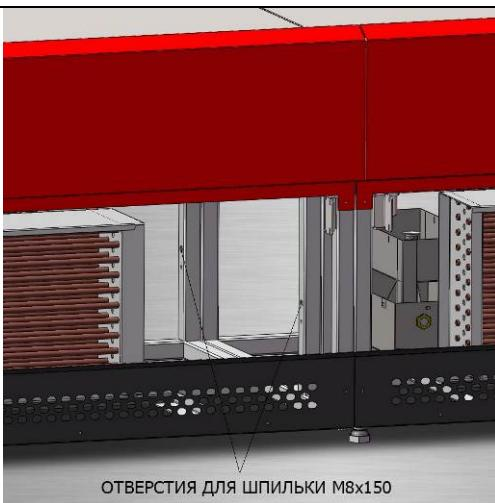
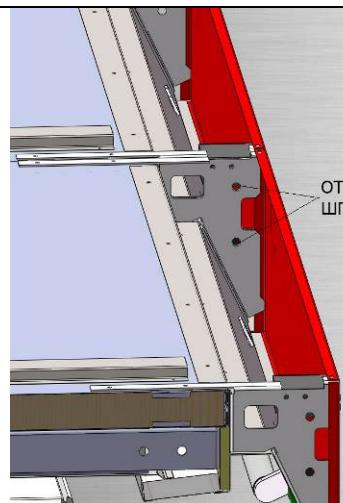

рис. 3
рис. 4
- Стянуть стыкуемые витрины через два отверстия в опорных базах и два отверстия в кронштейне козырька с помощью шпилек M8Х150, шайб 8 и гаек M8, входящих в соединительный комплект (рис.3, рис.4).